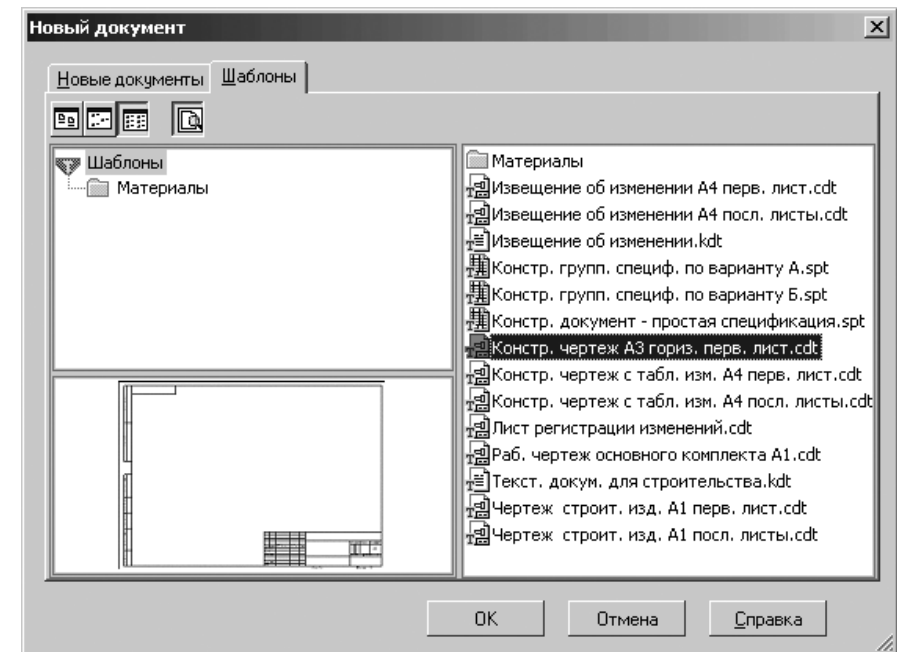

Рис. 4.4. Диалоговое окно **Новый документ** с открытой вкладкой **Шаблоны** и выбранным шаблоном в окне просмотра
- щелкните в правой части вкладки в списке шаблонов по шаблону с названием **Констр. чертеж А3 гориз. перв. лист.cdt**. Он тут же появится в окне просмотра (левая нижняя часть вкладки). Это состояние диалогового окна **Новый документ** показано на рис. 4.4.